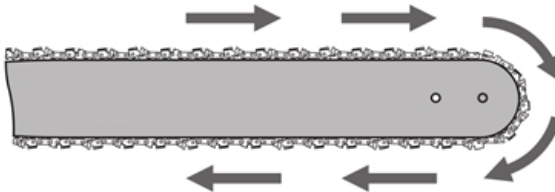

Рисунок 6. Розташування ланцюга на напрямній шині.
5. Тримавши ланцюг обома руками, розташувати його вздовж напрямної, орієнтуючи ланки за напрямком руху (рис. 6), та ввести ланцюг в зачеплення з веденою зірочкою на напрямній (рис. 6);